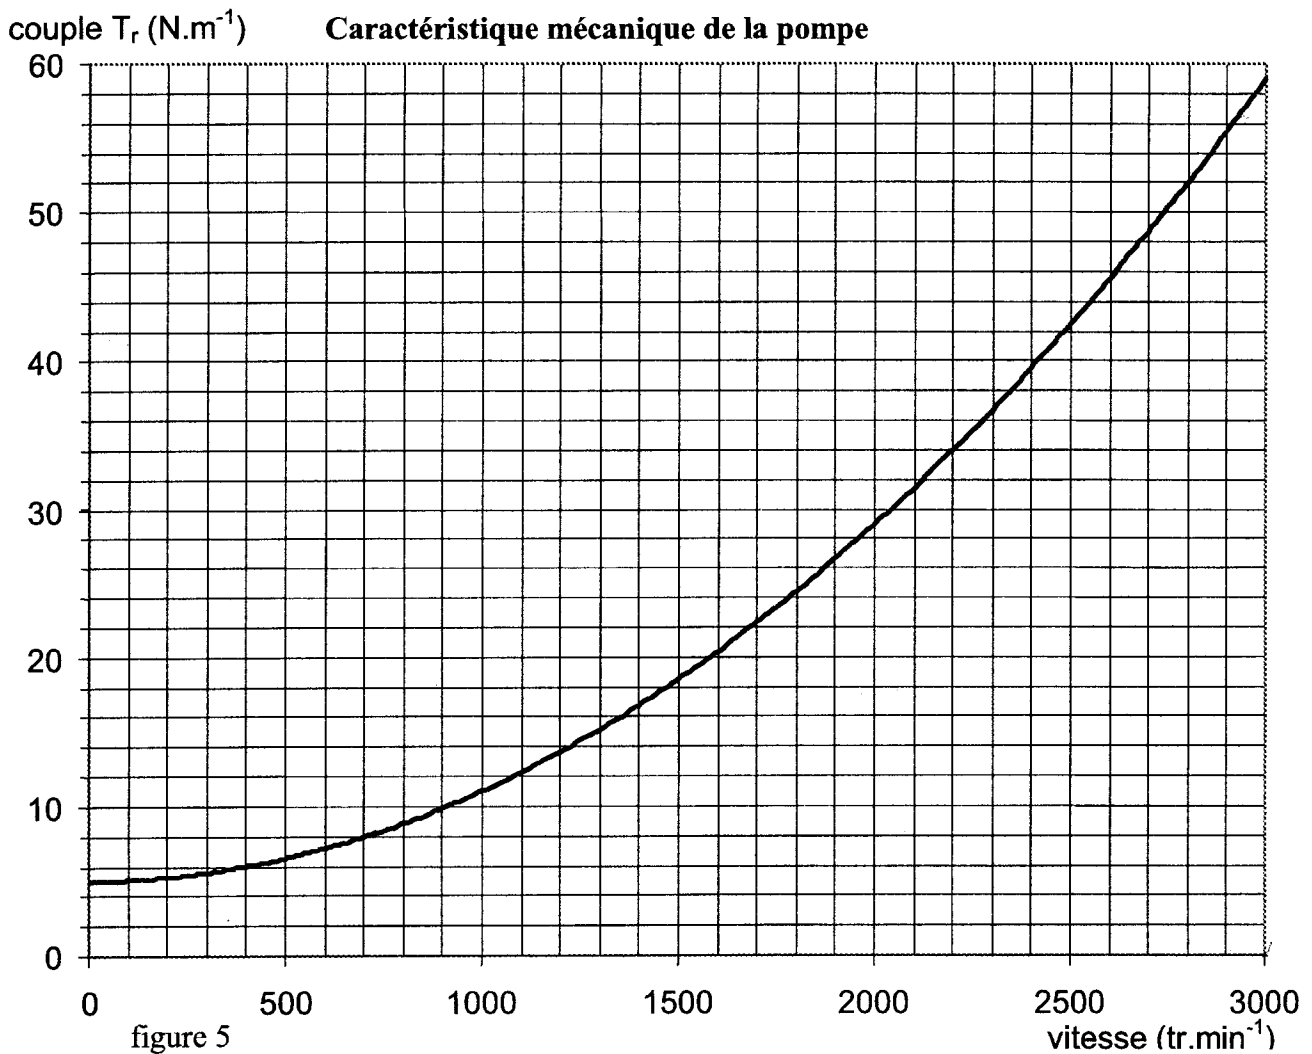

figure 5
1.1.2. Tracer sur la figure 5 du document réponse 2 page 8, la partie utile de la caractéristique mécanique  $T_{u50}(n)$ .
2.1.2. Tracer sur la figure 5 du document réponse 2 page 8, la partie utile de la nouvelle caractéristique mécanique  $T_{u25}(n)$ .